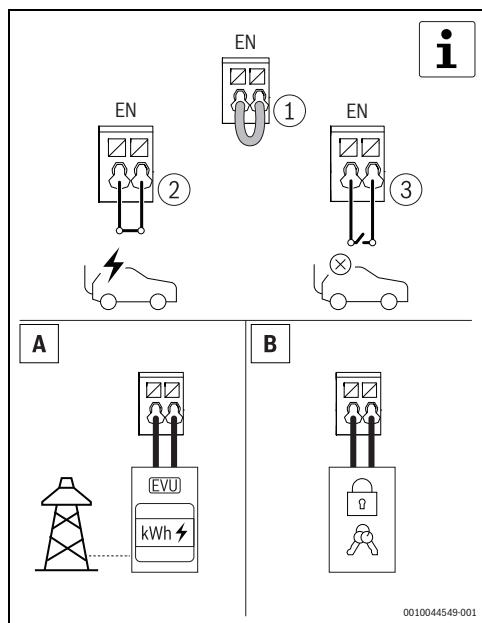

Fig. 407 Saída digital opcional
- Desbloqueie o Power Charge 7000i com o cartão RFID, a aplicação, ou através do dispositivo de bloqueio externo. Este passo é opcional (→ fig. 407 e 6.1.5, página 390).